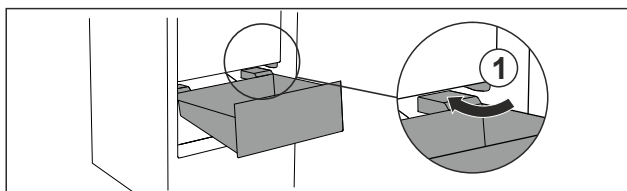

Fig. 65
- ▶ Poprowadzić szufladę ukośnie wokół stoperów Fig. 65 (1).